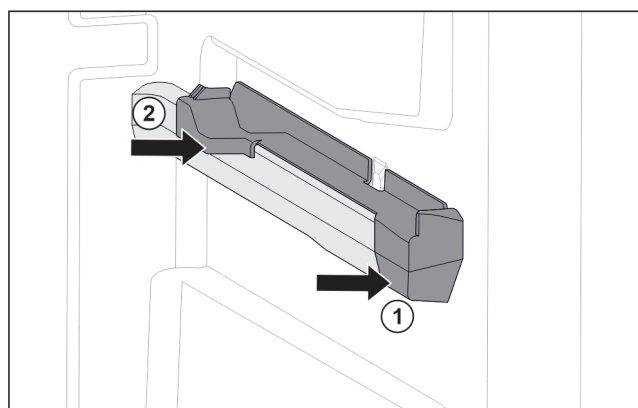

Fig. 19 Nasazovací díl na pravém žebrování na nádoby
- ▶ Nasadte nasazovací díl na žebrování na nádoby. Fig. 19 (1)
- ▶ Přitlačte nasazovací díl k zadní části. Fig. 19 (2)